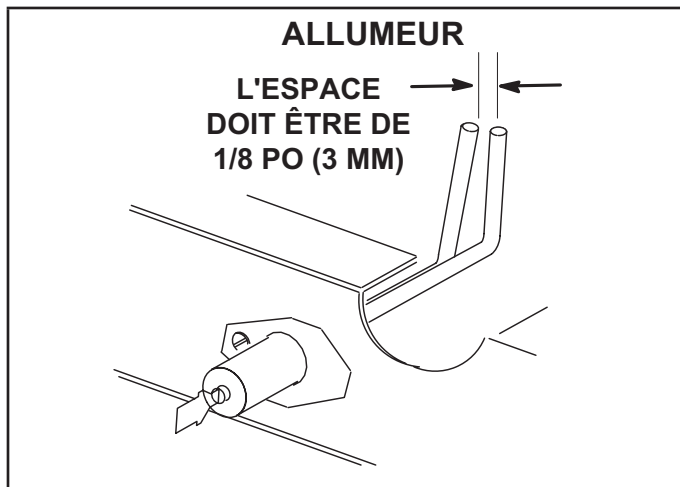

FIGURE 41
- 5 - Localiser l'allumeur sous le brûleur droit. Vérifier l'écartement des contacts à l'aide de mèches hélicoïdales ou de jauges d'épaisseur de la taille appropriée. Voir FIGURE 41.